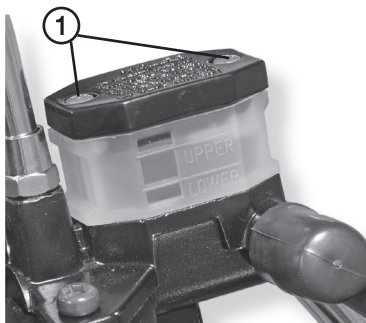

Рис. 18. Главный тормозной цилиндр
Дисковый тормоз переднего колеса с гидравлическим приводом регулировки не требует. Осмотр тормозных колодок производится без снятия колеса со стороны передней части тормозного диска. Контроль уровня тормозной жидкости в резервуаре главного тормозного цилиндра (рис.18) осуществляется через прозрачное окно пластикового корпуса. Установите руль мотоцикла в положение, при котором крышка резервуара занимает горизонтальное положение; уровень жидкости должен находиться между верхней и нижней метками, нанесенными на корпус резервуара.
- выверните винты (рис.18 поз.1) и снимите крышку резервуара главного тормозного цилиндра с диафрагмой;